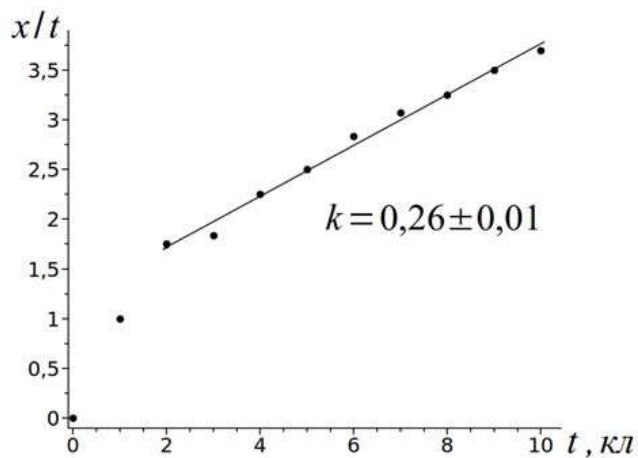

Рис. 4
Стержень подвешен на двух нитях и совершает крутильные колебания. На рис. 4 листа-вкладыша приведена фотография такого движения стержня. Из-за несовершенства эксперимента ось вращения немного перемещается в процессе колебаний.
4.1 Определите графически и укажите на рис. 4 область в которой может находиться ось вращения стержня C . 4.2 Определите угловую амплитуду колебаний стержня. 4.3 Определите период крутильных колебаний.
На рис. 4 приведен график зависимости $\frac{x}{t}(t)$. Видим, что за исключением первых двух точек, зависимость линейная с наклоном $k = 0,26 \text{ кл}^{-1}$. Т. к. одна клетка равна 5 мм, а каретка сканера проходит расстояние в одну клетку за 1/6 секунды, то ускорение стержня равно: